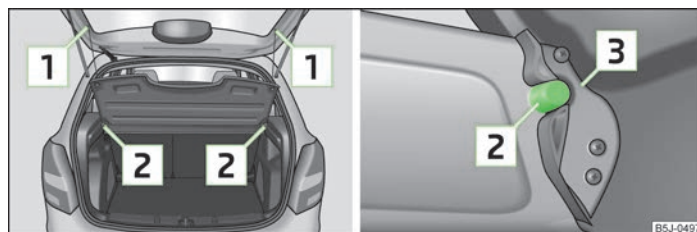

Fig. 47 Demontarea copertinei portbagajului
- > Desprindeți benzile de susținere  >> fig. 47.
- > Poziționați elementele de prindere ale capacului  >> fig. 47 peste elementele de susținere  pe capitonajul lateral.
- Elementele de prindere ale capacului [3] » fig. 47 trebuie să fie fixate în elementele de susținere ale capitonajului lateral [2].